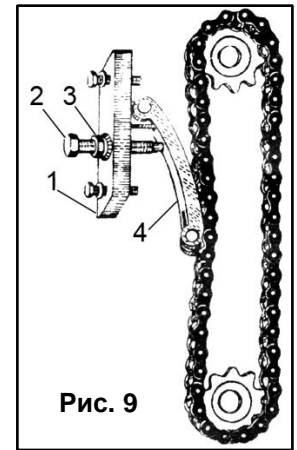

Рис. 9
- Ослабьте гайку (3) вкручивайте винт (2) в прижимную подставку (1) до тех пор, пока прижимная пластина (4) хорошо не натянет цепь, после чего зажмите гайку (3) (См. Рис. 9).